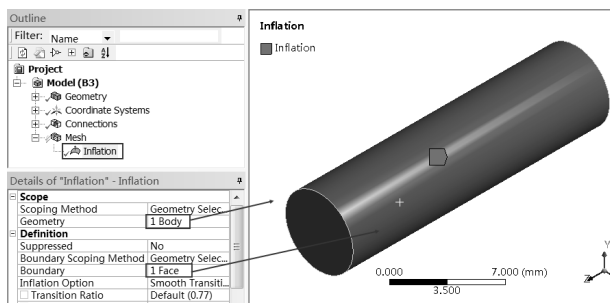

图 17-50 设置膨胀层
Step3：在如图 17-50 所示的 Details of “Inflation” 面板中做如下设置。